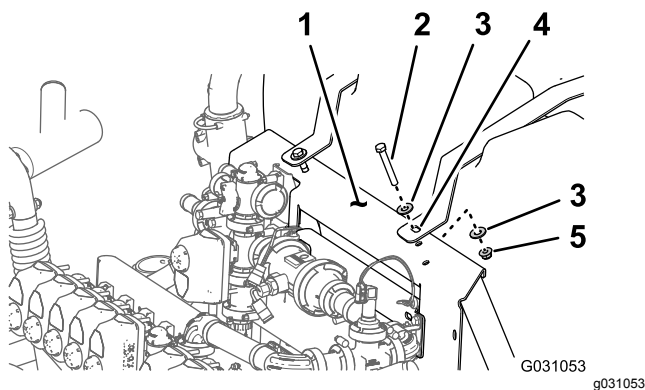

Figura 102
- A. Allineate il foro nella cinghia del serbatoio di lavaggio con il foro nel supporto del collettore (Figura 102).
- B. Montate la cinghia sul supporto (Figura 102) con i 2 bulloni (3/8" x 2 3/4"), le 4 rondelle
- C. Serrate il bullone e il dado di bloccaggio manualmente (Figura 102).